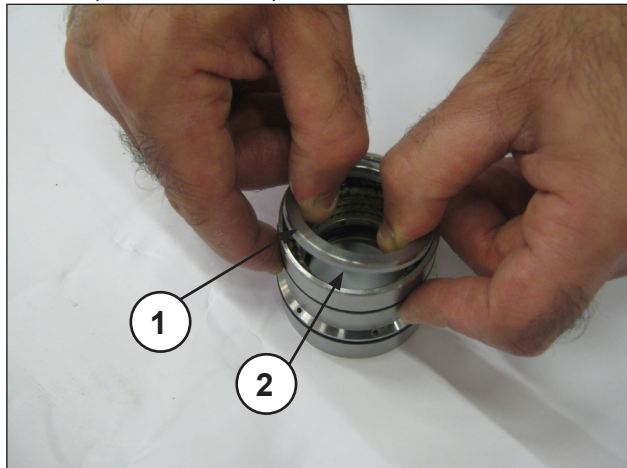
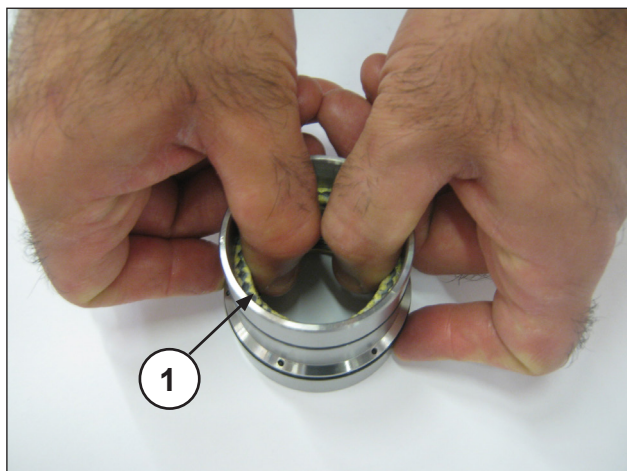

Рис. 25
Рис. 26
Отделите опору уплотнений от рубашки, снимите пружинное кольцо и скребковое кольцо (поз. ①②, Рис. 25) для доступа к нажимным уплотнениям (поз. ①, Рис. 26).